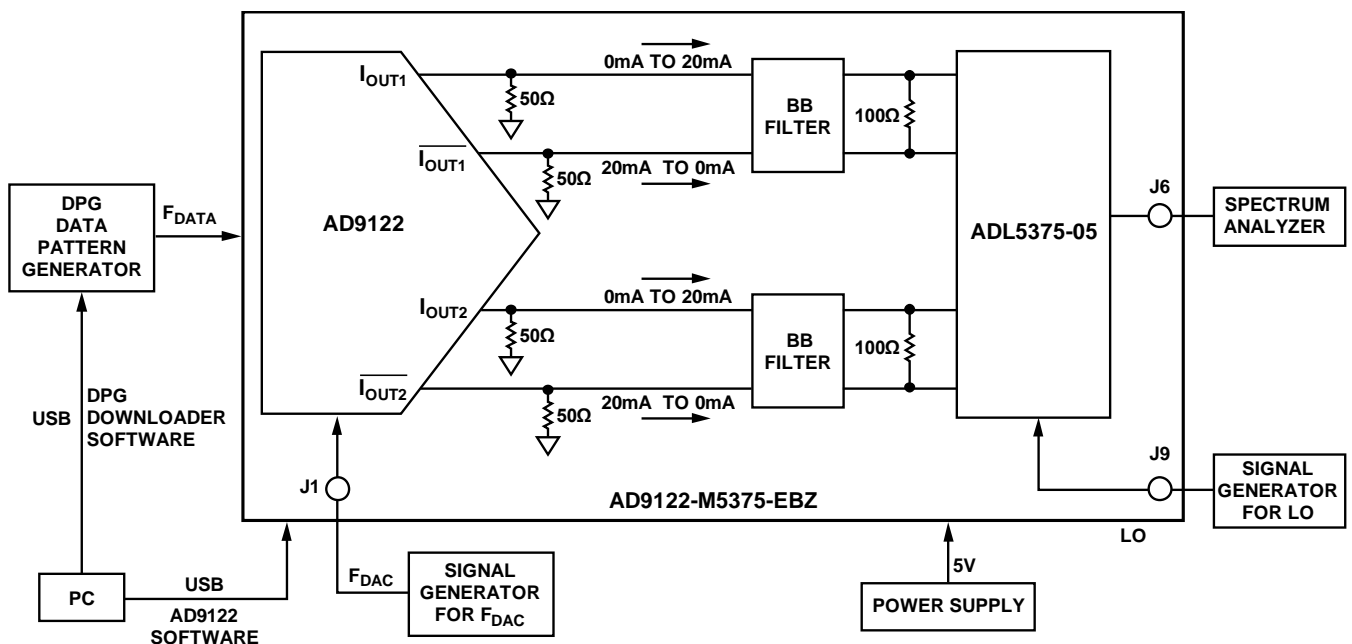

図 16. テスト・セットアップの機能ブロック図
1. セットアップと測定システムを図 16 に示すように接続します。